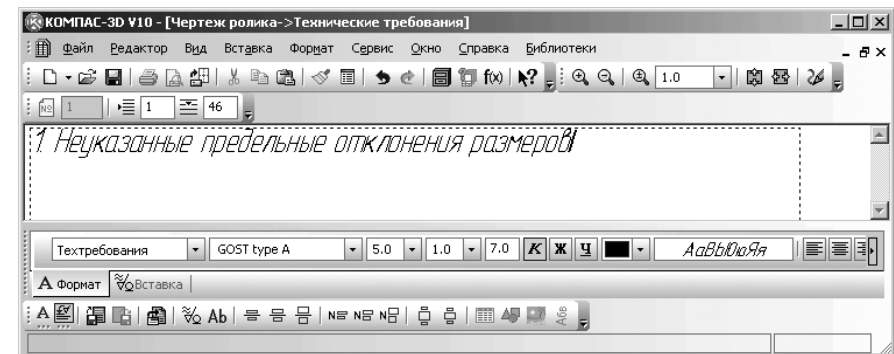

Рис. 5.74. Главное окно ввода и редактирования технических требований
- щелкните в всплывающем меню по пункту **Ввод**. Установится специализированный режим работы системы с главным окном системы **Технические требования** (рис. 5.74).